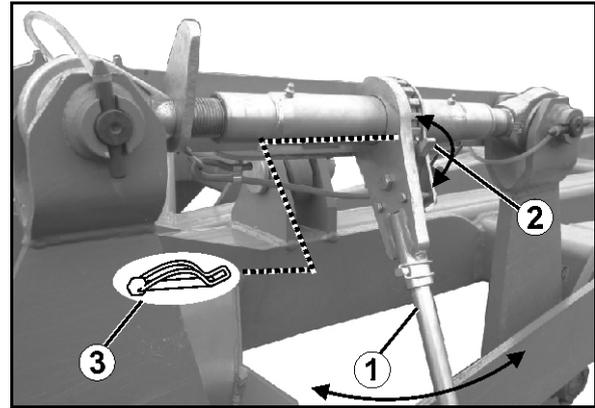

Рис. 48
1. Снимите пружинный фиксатор (Рис. 48/3).
2. Закрепите балансир (Рис. 48/2) в соответствии с нужным направлением вращения.
3. При помощи рычага (Рис. 48/1) удлините/укоротите шпиндель.
4. Зафиксируйте установку пружинным фиксатором (Рис. 48/3).